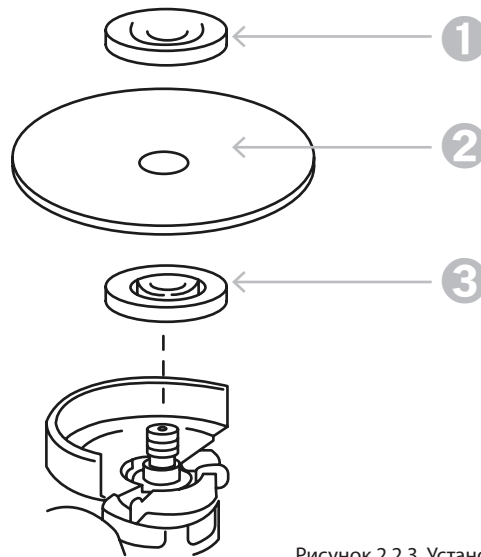

Рисунок 2.2.3. Установка оснастки
- 1 Снимите наружный прижимной фланец «3» (рисунок 2.2.3.).
- 2 Установите на изделие соответствующую оснастку «1», в зависимости от вида работы (шлифование, отрезание), совместив отверстие в оснастке с выступом внутренней шайбы «2» (рисунок 2.2.3.).